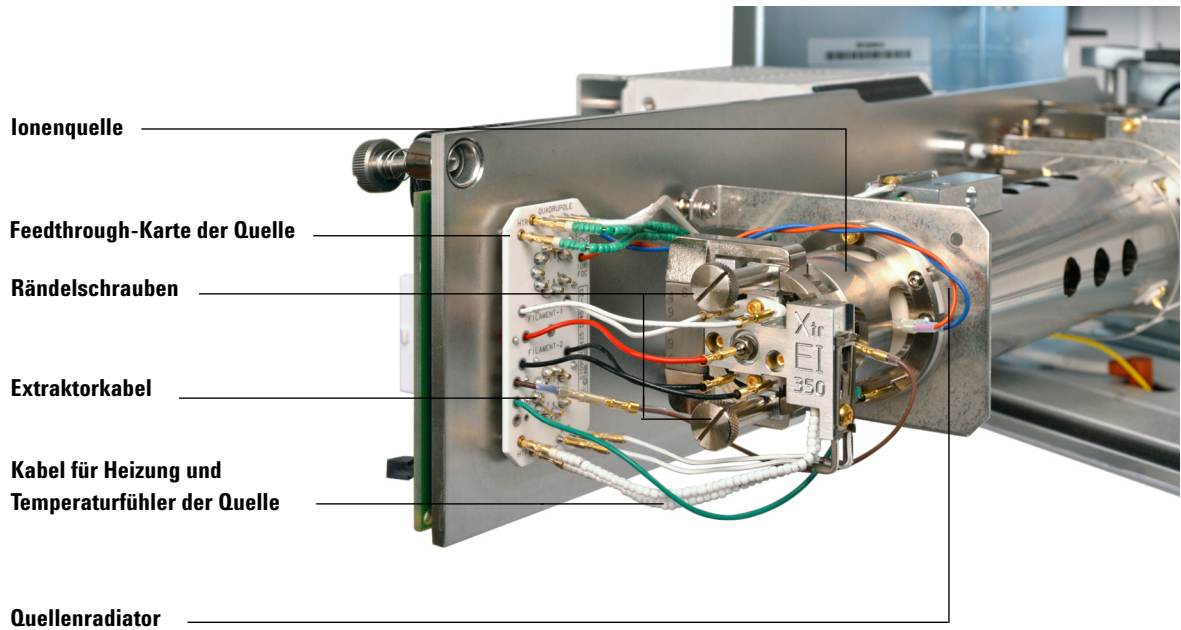

Abb. 14 Entfernen der EI-Ionenquelle
- 3 Wenn Sie eine Standard-EI-Quelle verwenden, trennen Sie die sieben Kabel von der Ionenquelle. Verbiegen Sie die Kabel nicht unnötig (Abbildung 14 auf Seite 140 und Tabelle 22).
- 4 Wenn Sie eine Extraktor-EI-Ionenquelle verwenden, trennen Sie die acht Kabel von der Ionenquelle. Verbiegen Sie die Kabel nicht unnötig (Abbildung 14 auf Seite 140 und Tabelle 23).